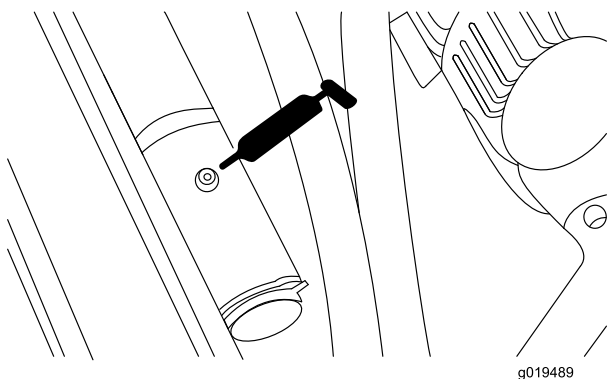

Figura 48
- Articulação do cilindro de elevação traseiro (2) (Figura 48).